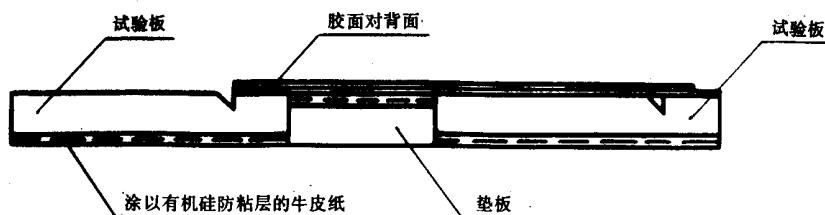

图3 粘贴试样示意图
6.4 按图3所示，把胶粘带分别贴合在两块试验板上，试样粘合长度为20mm和100mm，用辊压装置来回辊压数次，然后再重选贴合一层胶粘带，切取多余的部分，将辊压装置以300mm/min的速度来回辊压三次，取下垫板。